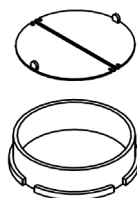

Fig.2
Hvis du ønsker, at emhætten skal arbejde med aftræk, skal du benytte et rør med en indvendig diameter på 120 mm. Den damp, der opstår ved madlavning, bliver ledt bort ved hjælp af et rør, som skal forbindes med en tilslutningsring (Fig.2). Røret forbindes med en ventilationsåbning i væggen.
- Fastgør tilslutningsring ved emhættens udledsåbning (Fig.2).
- Tilslut tilslutningsringen ved emhættens udløbsåbning (Fig. 2),